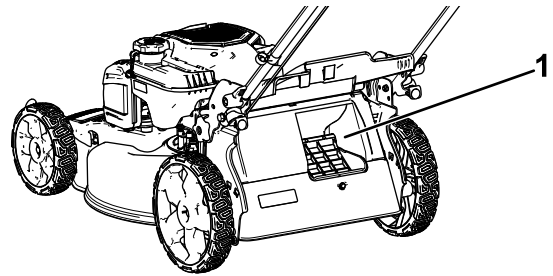

Figura 17
**Importante:** Para asegurar un funcionamiento correcto, apague el motor, espere a que se detengan todas las piezas en movimiento, y luego retire cualquier recorte de hierba y otros residuos de la tapa de ensacado bajo demanda y del hueco adyacente (Figura 17) antes de mover la palanca de ensacado bajo demanda de una posición a la otra.